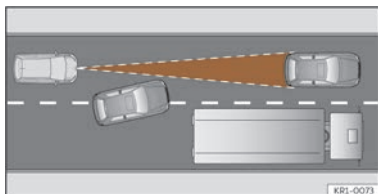

Fig. 114 Autovehicul schimbând benzile.
- Autovehicule care intră pe banda dumneavoastră la o distanță mică față de autovehiculul dumneavoastră >>> **fig. 114.**